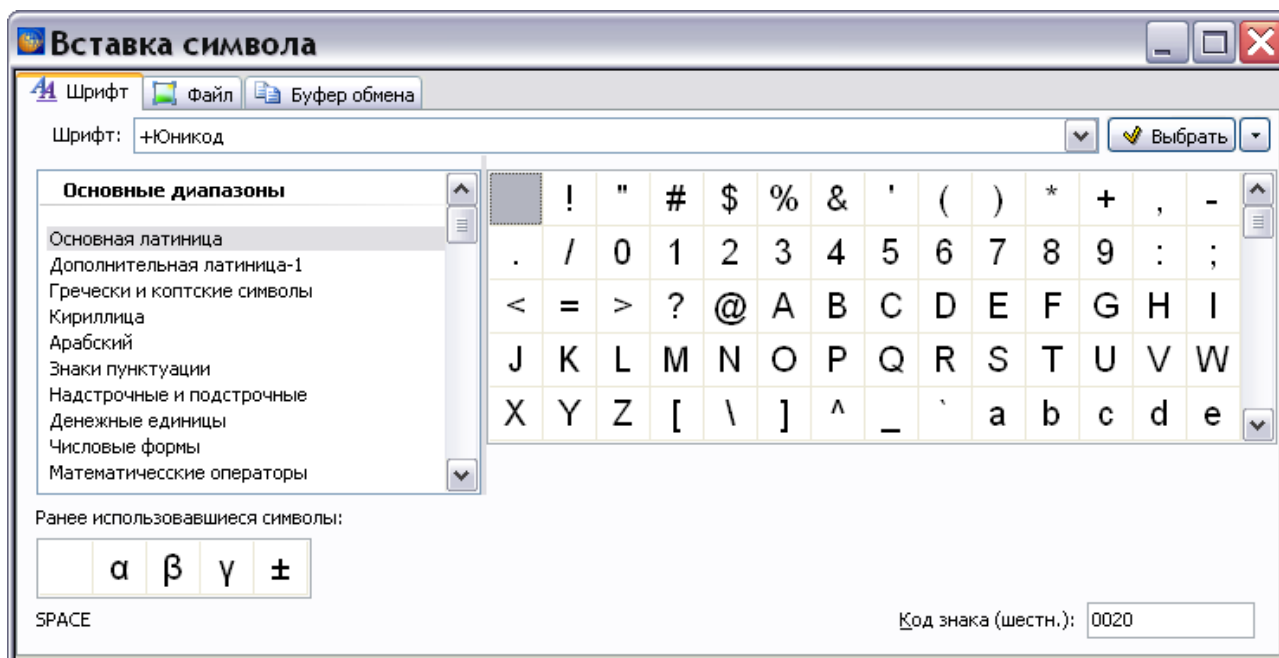

Рис. 5.179
4. На инструментальной панели над окном ввода текста выберите инструмент **Вставка символов** . При этом появится диалоговое окно **Вставка символа** (Рис. 5.179). Это окно и его инструменты аналогичны рассмотренным ранее в подразделе «Инструмент «Вставка символа»» раздела 5.3.1.
5. В окне **Вставка символа** перейдите на вкладку **Файл** (Рис. 5.179). При этом автоматически появится окно **Открыть**. Выберите файл и откройте его. Используемые форматы файлов – jpeg и bmp. Рекомендуемый размер изображения ~ 24 x 24 pixels.